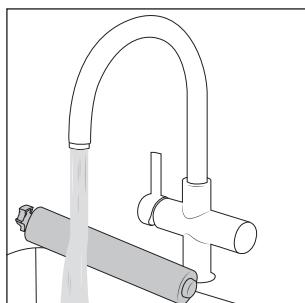

Fig. 35
- ◆ Curătați protecția de stropire **7** și rolă perie **6** sub jet de apă caldă (a se vedea fig. 35).